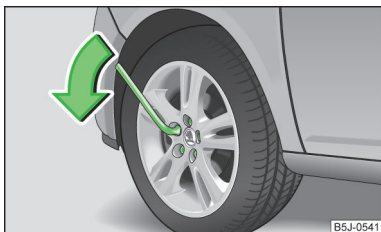

Fig. 143
- Prindeți cu mâna capătul cheii și rotiți șurubul aproximativ o rotație în sensul săgeții » fig. 143.
- Prindeți cheia de capăt și rotiți șurubul în sens opus săgeții » fig. 143, până când se strânge ferm.